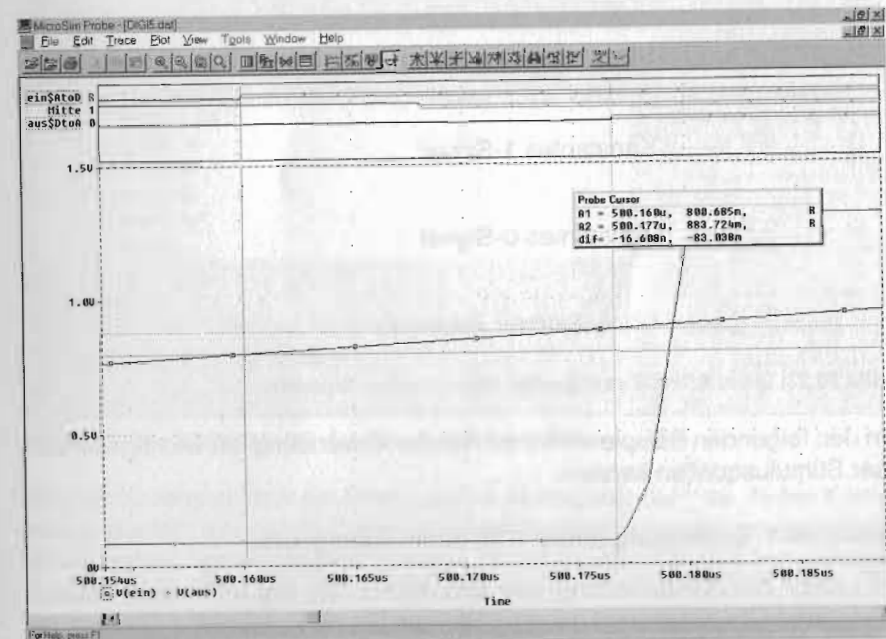
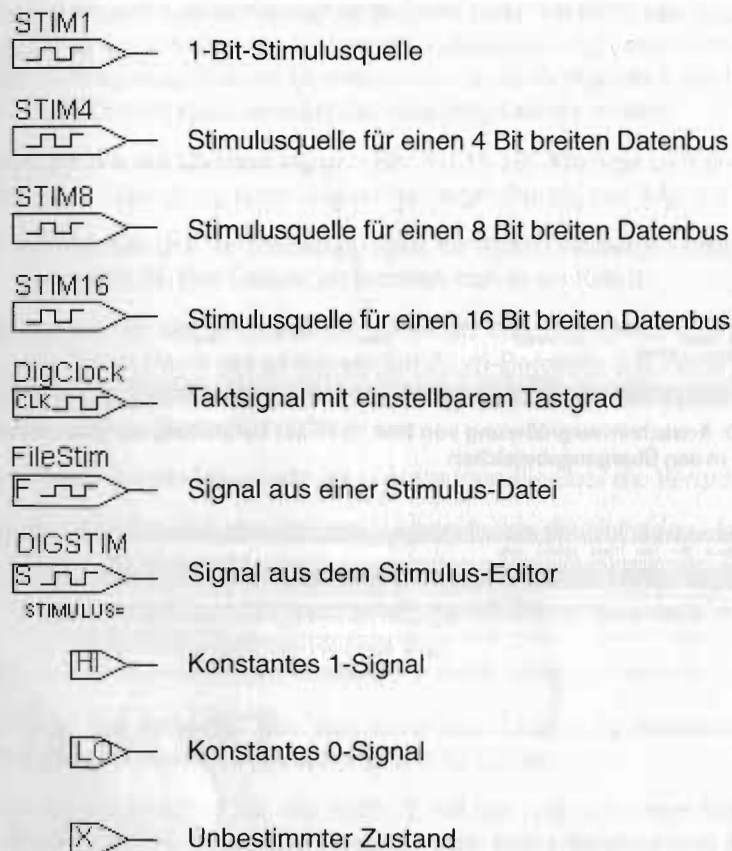

Bild 10.21: Starke Ausschnittvergrößerung von Bild 10.19 zur Ermittlung der Laufzeit
Bild 10.22: Die in PSPICE verfügbaren Stimulus-Signalquellen
- Vergrößern Sie Ihr PROBE-Diagramm noch weiter (Bild 10.21) und überzeugen Sie sich davon, dass bei der Simulation auch die Laufzeiten der Digitalbausteine berücksichtigt werden. Finden Sie heraus, wie die Cursors mit den verschiedenen Digitaldiagrammen verknüpft werden können. Nach dem Datenblatt sollte die Laufzeit durch die beiden Inverter etwa 15-20 ns betragen. Entspricht dieser Wert Ihrem Ergebnis?
Zum Abschluss muss noch die Stimulusquelle eingestellt werden: Öffnen Sie dazu das Attributfenster der Stimulusquelle und füllen Sie die Attribute nach dem Muster von Bild 10.21 aus. Starten Sie eine Simulation über 5 ms und erzeugen Sie das PROBE-Diagramm von Bild 10.22.